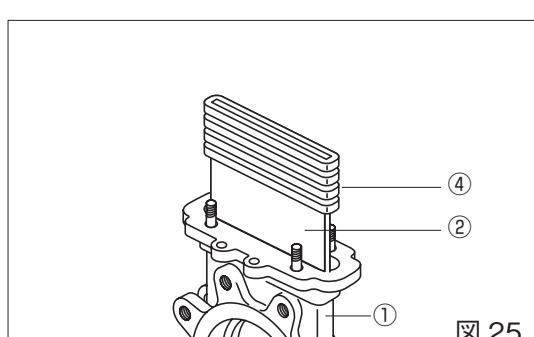

図 25
4. 弁体の引き抜き：グランドパッキン④を抜いてください。弁体②を弁箱①より引き抜いてください。(図 25)